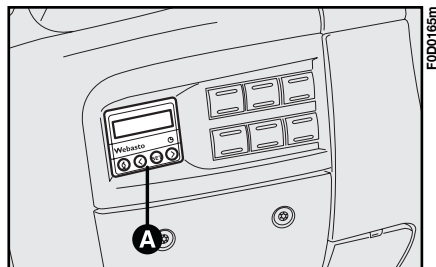

Abb. 85
- einem digitalen Timer **A**, **Abb.85** für die manuelle Einschaltung der Zusatzheizung und der Programmierung der Einschaltungsuhrzeit.